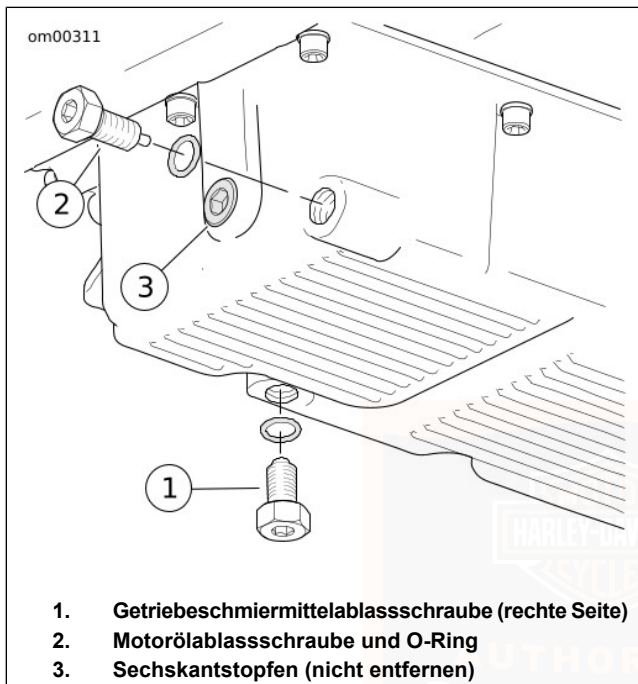

Abbildung 44. Ölwanne
2. Siehe Abbildung 44. Die Getriebeschmiermittel-Ablassschraube entfernen. Das Schmiermittel in einen geeigneten Behälter ablaufen lassen.